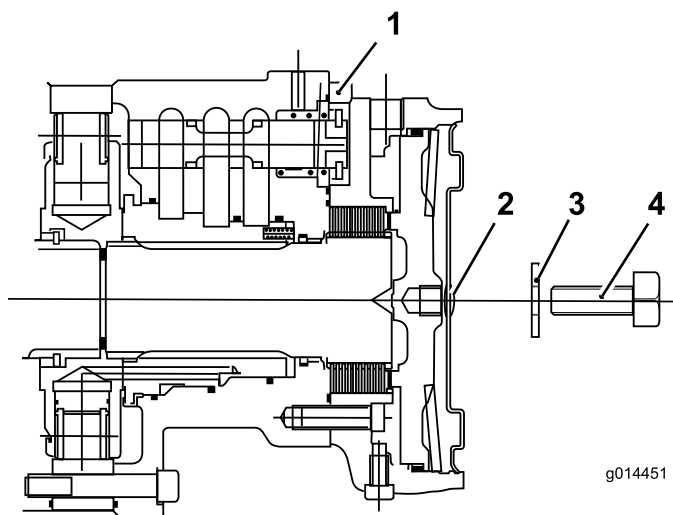

Figura 64
- C. Montate il tappo esagonale sulla piastra di chiusura del motorino (Figura 64).